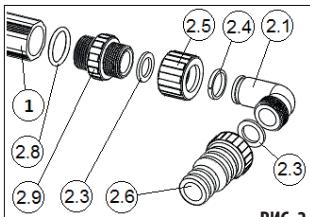
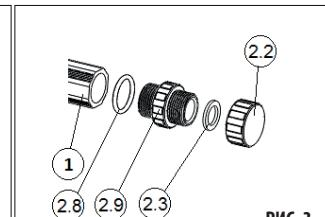

РИС. 2
РИС. 3
- 1) Соберите панель. На трубы солнечной панели навинтите фуртки (2.9) с силиконовыми уплотнительными колышками (2.8). РЕКОМЕНДУЕМ НАНЕСТИ НА ТОРЦЕВУЮ УПЛОТНИТЕЛЬНУЮ ПОВЕРХНОСТЬ ТРУБЫ СОЛНЕЧНОЙ ПАНЕЛИ (1) ТОНКИЙ СЛОЙ ПРИЛАГАЕМОЙ СМАЗКИ – ТАК ВЫ ИЗБЕЖИТЕ НЕГЕРМЕТИЧСКИХ СОЕДИНЕНИЙ. После этого на фуртке установите патрубки для присоединения шлангов (РИС. 2) и пробки (РИС. 3). В одной из труб панели посередине находится пробка – на этой трубе должны быть установлены патрубки для присоединения шлангов, на второй трубе установите пробки.